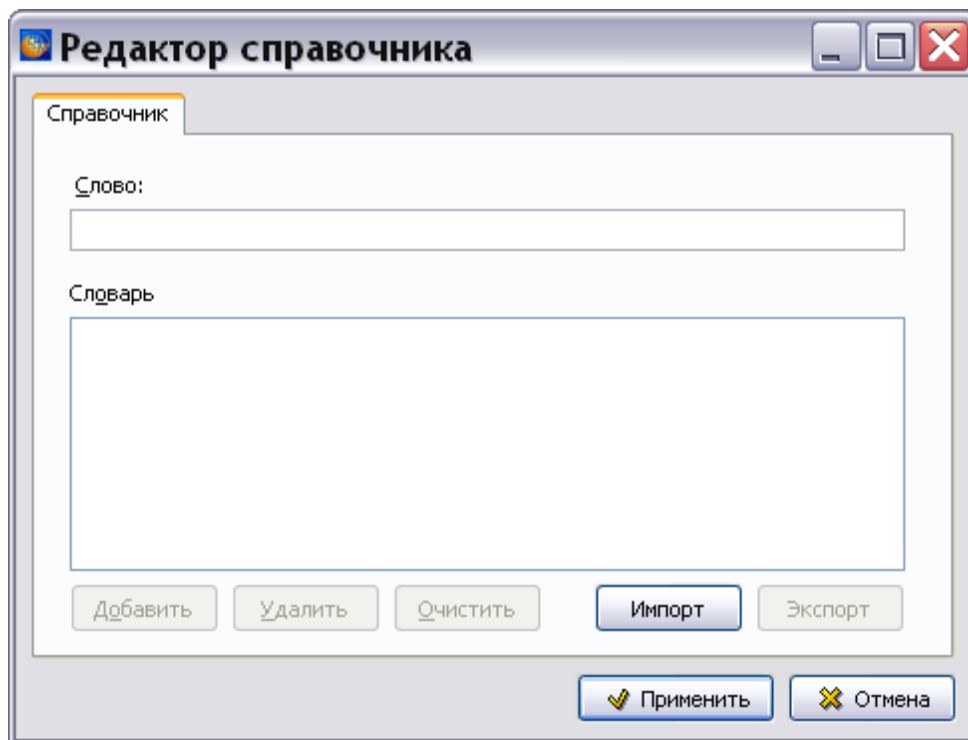

Рисунок 284
1) Нажмите на кнопку **Словарь пользователя**. После этого появится окно **Редактор справочника** (рисунок 284).